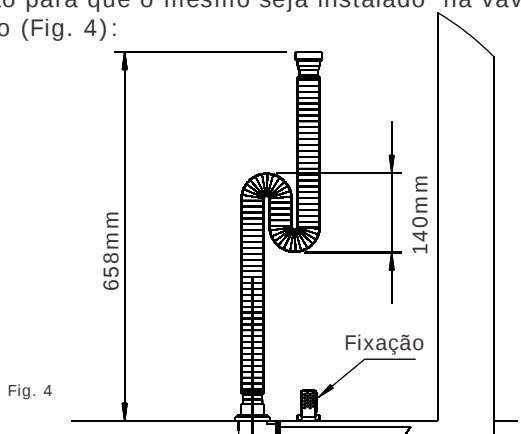

Fig. 4
- 5 Dobrar o sifão para que o mesmo seja instalado na válvula conforme figura abaixo (Fig. 4):